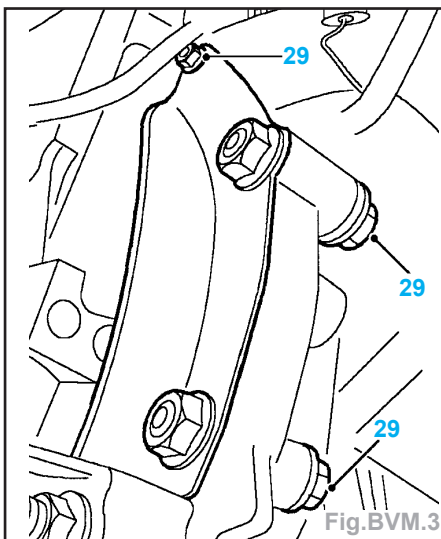

Fig.BVM.3
- Enlever la goupille cylindrique (24) et la jeter.
- Dégager la barre de changement de vitesses (25) de la boîte de vitesses.
- Enlever les 3 boulons maintenant le couvercle du volant moteur et le déposer (Fig.BVM.3).